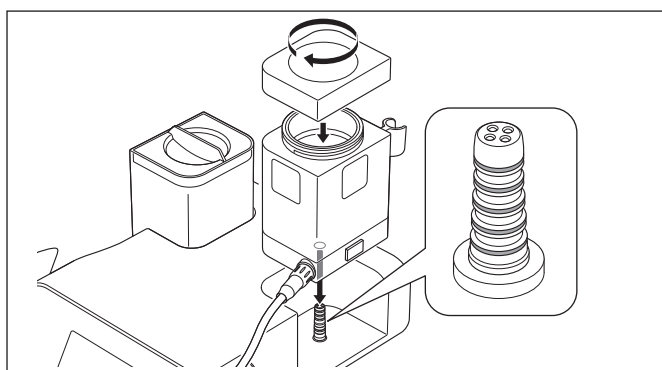
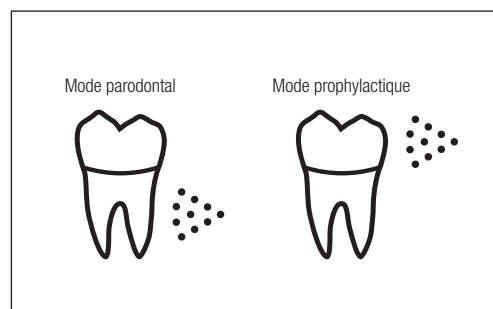

Fig. 24
Fig. 25
- 2) Fermez bien le capuchon de la chambre jusqu'à ce qu'il s'adapte complètement à la chambre et insérez-la bien droit sur le boîtier de contrôle (Fig. 24). Le type de chambre insérée est affiché sur l'écran LCD sous la forme d'une des icônes suivantes (Fig. 25).
- Avant d'insérer la chambre dans le boîtier de contrôle, assurez-vous que les joints du connecteur de base de la chambre ne sont pas endommagés ou déchirés (Fig. 24). Des dommages/déchirures pourraient provoquer un mauvais fonctionnement ou un dysfonctionnement.